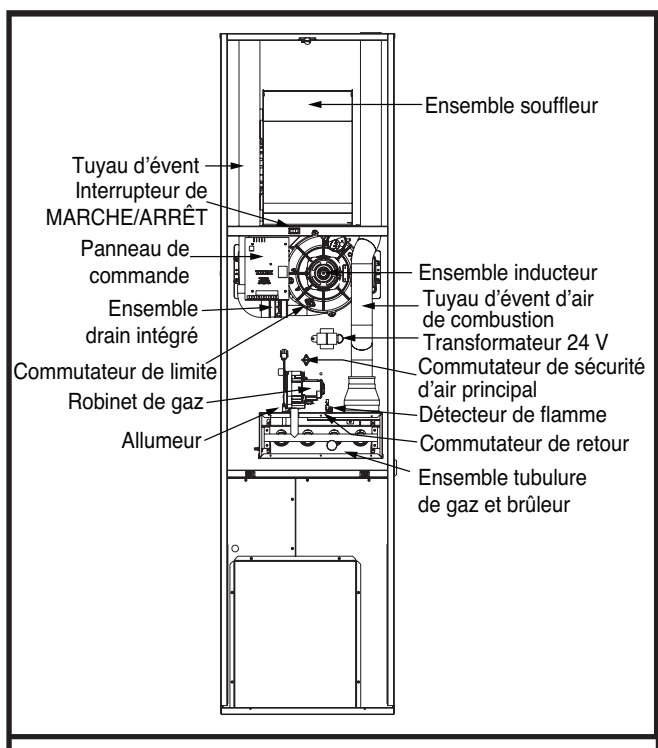

Figure 24. Composants de la fournaise
Si l'orifice doit être remplacé, suivez les étapes 1 à 12. Consultez la Figure 24 pour l'emplacement des composants.
- Si le souffleur d'inducteur fonctionne et que les éléments ci-dessus ont été vérifiés, vérifiez le commutateur de sécurité du souffleur et le réenclencher au besoin. Consultez la Figure 24 pour l'emplacement des composants.
Les descriptions ci-dessous sont celles de différents composants fonctionnels qui ont une incidence sur le fonctionnement et l'arrêt de cette fournaise. Certains de ces composants et leurs emplacements sont montrés dans la Figure 24. S'il faut remplacer l'un des composants de la fournaise, utilisez uniquement des pièces de remplacement homologuées par le fabricant, indiquées dans la liste de pièces de remplacement fournie en ligne.